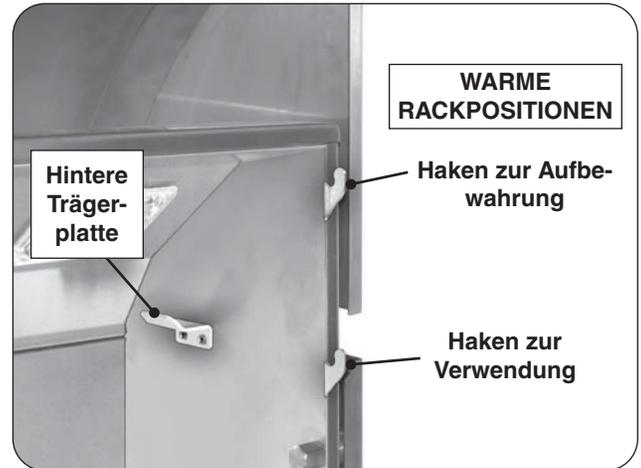
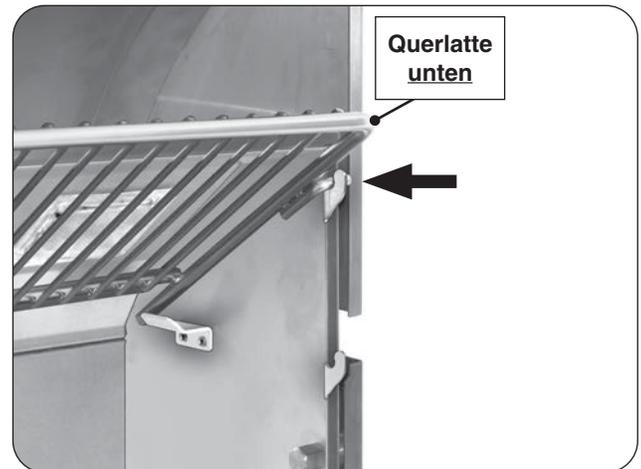

Abb. 25-1 Rack-Haken erwärmen
Abb. 25-3 Stellen Sie das Rack in die Aufbewahrungposition
1. Suchen Sie die Wärmeständerhaken und hinteren Stützen am oberen Teil des Grillofens (siehe Abb. 25-1).
3. Verwenden Sie die oberen Haken zur Aufbewahrung (siehe Abb. 25-1 und Abb. 25-3).